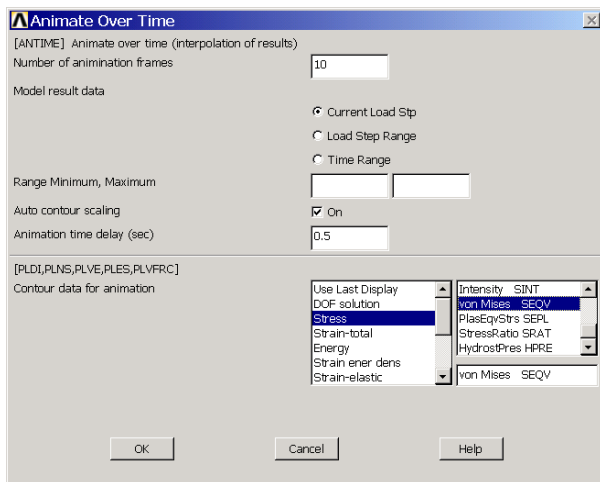

图7.33 通过控制帧显示动画
(1) 单击【Utility Menu】|【PlotCtrls】|【Animate】|【Over Time】菜单，弹出如图 7.33 所示的对话框。